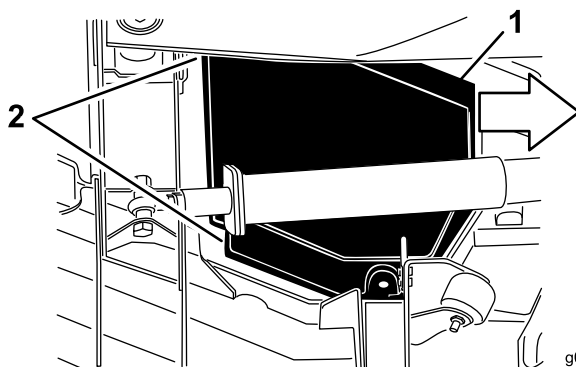

Figura 75
5. Enquanto levanta a cobertura, desloque-a na direção da unidade de tração aproximadamente 2,5 cm para desengatar a extremidade da cobertura exterior da plataforma (Figura 75).